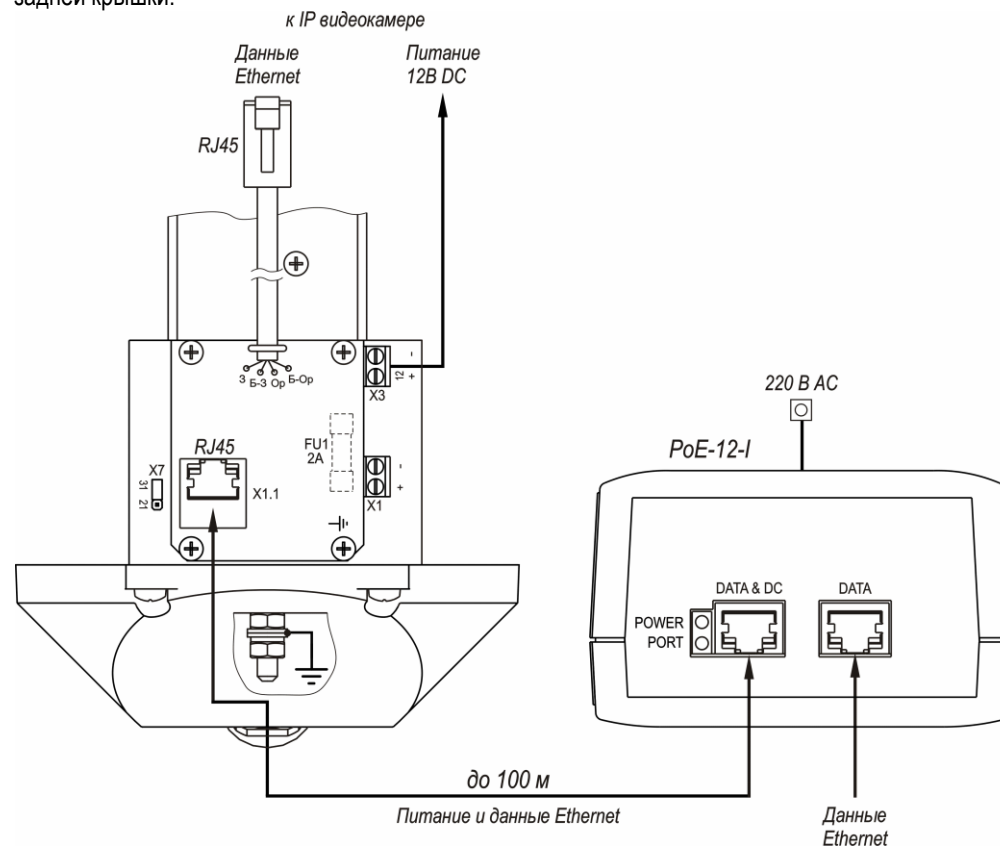

Рис.3 Подключение ТГБ-7 PoE
4. Подключить IP видеокмеру (см.рис.3):
5. Ввести через гермоввод внешний кабель и подключить его к разъему X1.1 (рис.3).
Через разъем «Data» (рис.3) осуществляется обмен данными по сети Ethernet.
* Предприятием изготовителем джампер X7 установлен в положение «31» - мощность обогрева 31 Вт, для изменения мощности на 21 Вт джампер X7 необходимо переставить в положение «21» (см. рис.3).